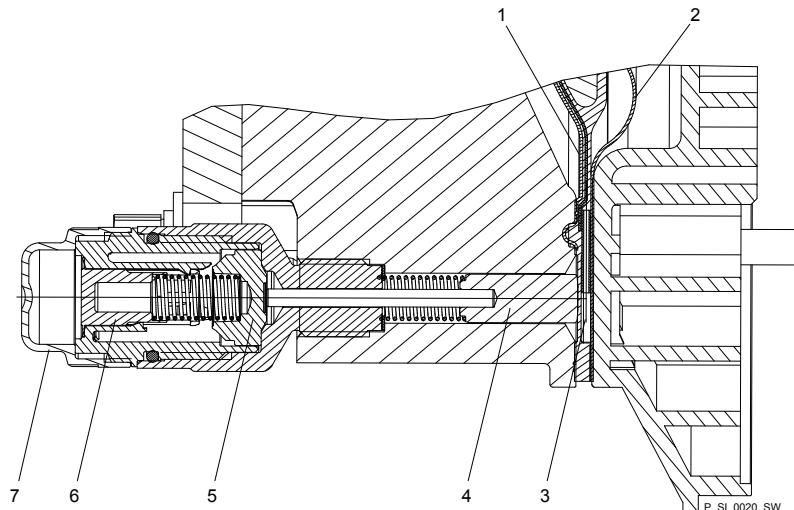

Рис. 34: Сечение устройства сигнализации разрыва мембранны Sigma (модель "Оптическая индикация разрыва")
1. ➤ При попадании влаги или загрязнений в поршень датчика разрыва мембранны - см. Рис. 34, поз. 4, очистить поршень и отверстие, в котором он движется.